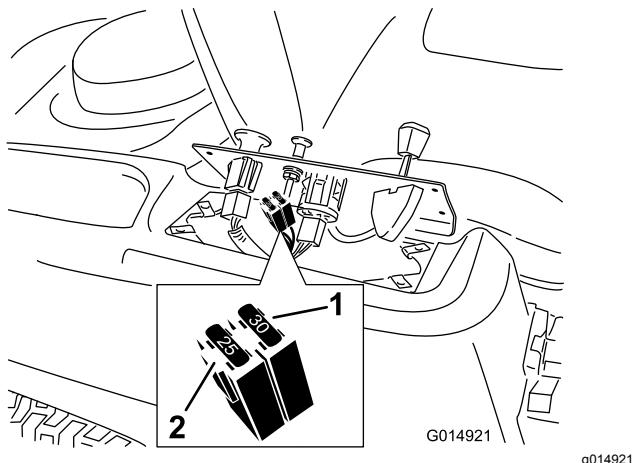

Figura 54
2. Sollevate la plancia per accedere al cablaggio preassemblato principale e al portafusibili (Figura 54).
3. Per sostituire un fusibile, tiratelo ed estraetelo dall'attacco (Figura 54).